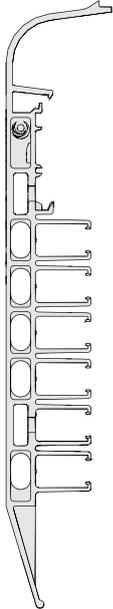
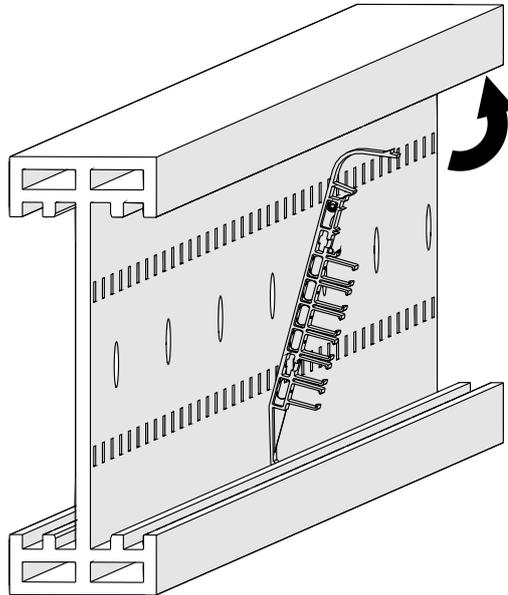

Abb. 7: Schienenhalter 0815
Abb. 8: Schienenhalter einklipsen
- Die Schienenhalter (Pos. 3) haben eine angespritzte Aufnahme für das Positionierband-Profil (Pos. 2). Während des Einklipsens der Schienenhalter muss darauf geachtet werden, dass die angespritzte Aufnahme nach oben zeigt (siehe Abb. 7 und Abb. 8).